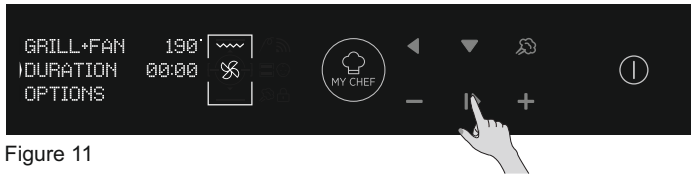

Figure 11
- Appuyez sur la flèche des OPTIONS pour modifier le temps de cuisson. Appuyez sur les touches (+) ou (-) lorsque la flèche de l'afficheur est sur l'onglet DURÉE. Appuyez sur OK pour démarrer la cuisson ou sur RETOUR pour revenir au réglage de la température. (Figure 11)